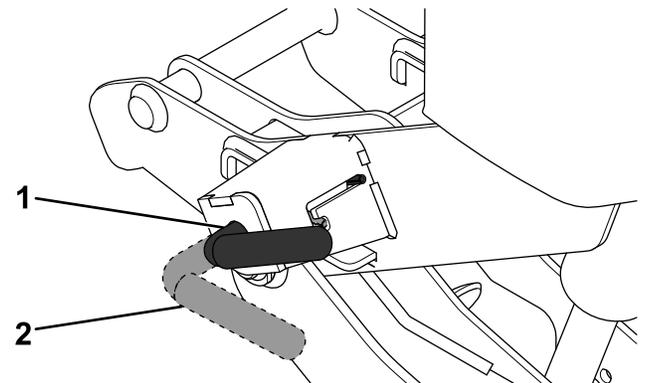

Figure 17
2. Tout en exerçant une pression vers le haut sur la poignée du dispositif d'accouplement, tournez les leviers sur les dispositifs d'accouplements à la position DÉVERROUILLÉE (Figure 17).